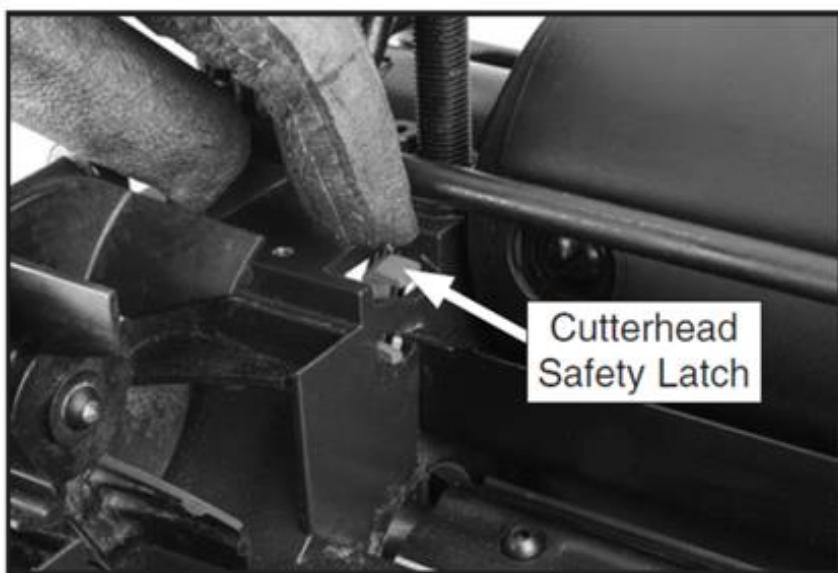

Рис. 22. Отсоединение фиксатора режущего вала.
5. Нажмите на предохранительную защелку, чтобы снять фиксатор режущего вала (см. рис. 22), затем осторожно поверните режущий вал примерно на 1 оборот. Отпустите предохранительную защелку и продолжайте вращать режущий вал до тех пор, пока не откроется следующий паз для ножа и предохранительная защелка снова не войдет в зацепление.
4. Нажмите на предохранительную защелку, чтобы снять фиксатор режущего вала (см. рис. 22), затем осторожно поверните режущий вал примерно на четверть оборота. Отпустите предохранительную защелку и продолжайте вращать режущий вал до тех пор, пока не откроется следующий паз для ножа и предохранительная защелка снова не войдет в зацепление.